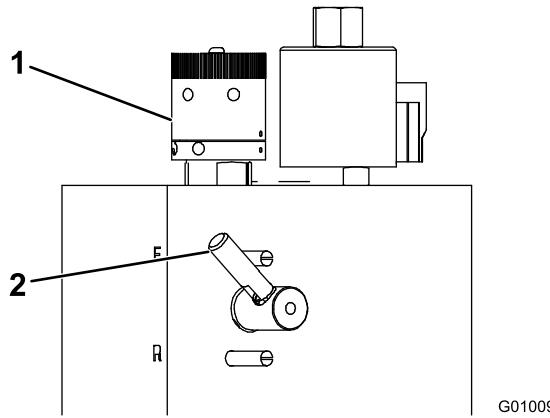

Bild 33
2. Stellen Sie sicher, dass das Läppen-Handrad in der F-Stellung ist (Bild 33).
3. Drehen Sie das Spindeldrehzahlhandrad (Bild 33) auf die Zahl, die Sie in Schritt 1 ermittelt haben.